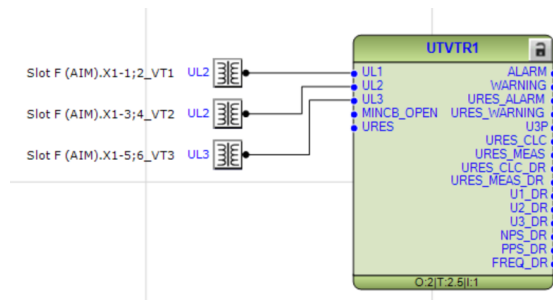

Imagen 53_Bloque UTVTR1 con variables de entrada.
2.1.12 Teniendo, así como resultado el bloque modificado con las conexiones en las entradas que se aprecia en la **Imagen 53**.